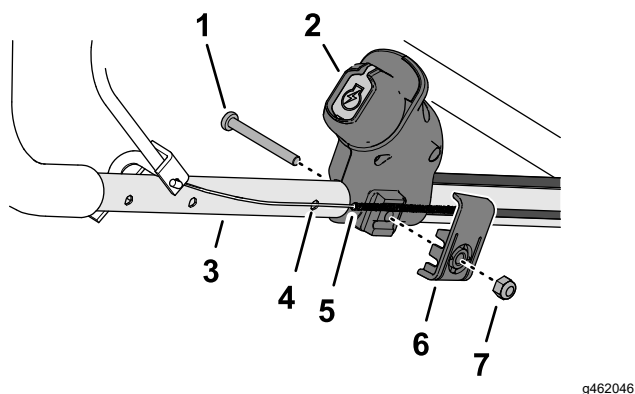

Bild 12
1. Montieren Sie den Elektrostartschalter wie abgebildet am Führungsholm (Bild 12).